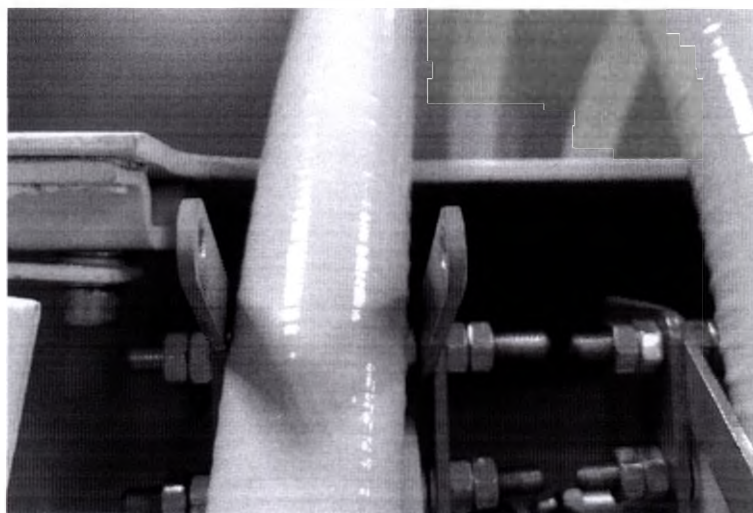

Рис.8.12 – Установка шланга манипулы
8.4.7. Разверните Прибор задней стороной к себе и поместите шланг в отверстие как показано на рис.8.12.